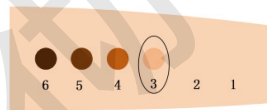

图 4-10 照射光斑
13、照射后在皮肤上会逐渐形成 6 个照射光斑，如图 4-10 所示。按照标记，确定接受不同照射剂量的各测试光斑（1~6 号光斑）。